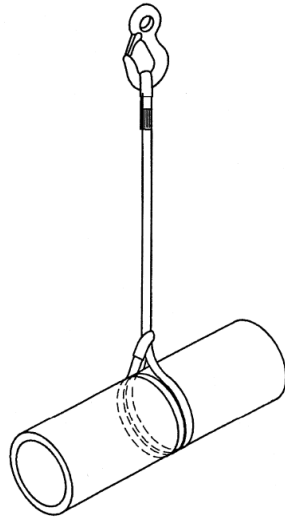

FIGURE 2
- 27 При подъеме груза мертвой петлей с помощью петлевого/кольцевого стропа естественный угол (1) (см. рис. 2) не должен превышать 120°. Никогда не пытайтесь силой затянуть мертвую петлю. На рисунке 2 показан правильный способ подъема груза двойной мертвой петлей при помощи петлевого/кольцевого стропа.